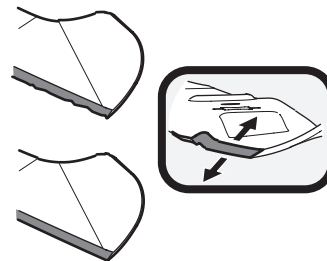

Figure 36
1. Pour aiguiser correctement les lames de coupe, aiguissez les deux tranchants des lames de façon égale, parallèlement à la voile, à un angle de 25 à 30 degrés. Aiguissez toujours chaque lame de coupe de façon égale pour assurer l'équilibre des lames. Voir Figure 36.